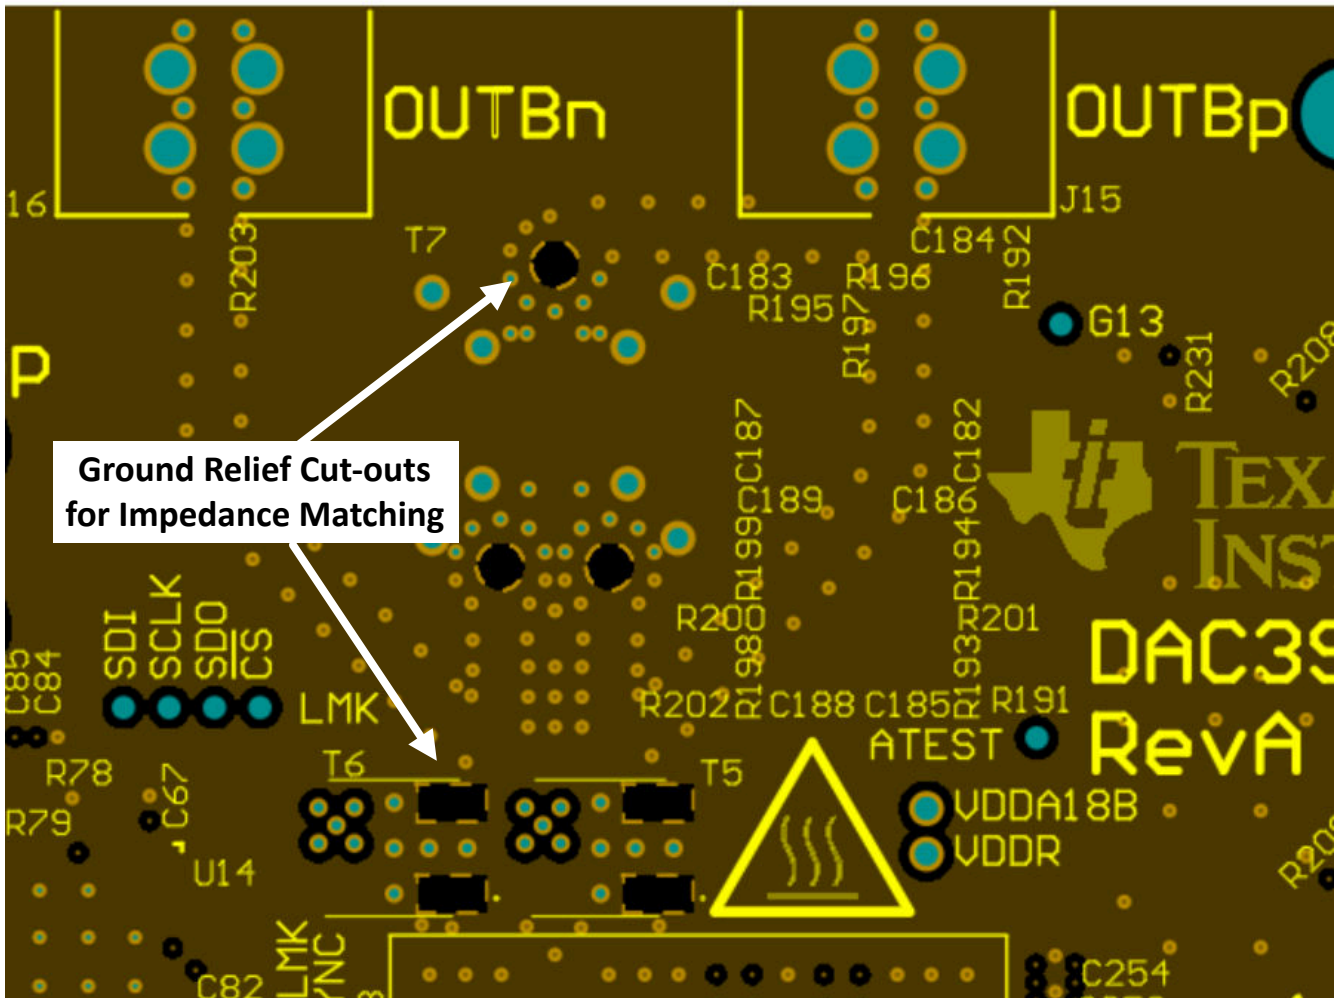

图 9-23. 平衡-非平衡变压器和 Bias-T 引脚下方的接地开孔
5. 在元件着陆垫（例如 SMA 连接器、平衡-非平衡变压器等）上引入所需的任何接地平面开孔，以避免这些位置的阻抗不连续。在这些着陆垫下方的一个或多个接地平面上进行开孔，以实现焊盘尺寸或层叠高度，从而实现所需的  $50\ \Omega$  单端阻抗。详情请参考图 9-23 和图 9-24。